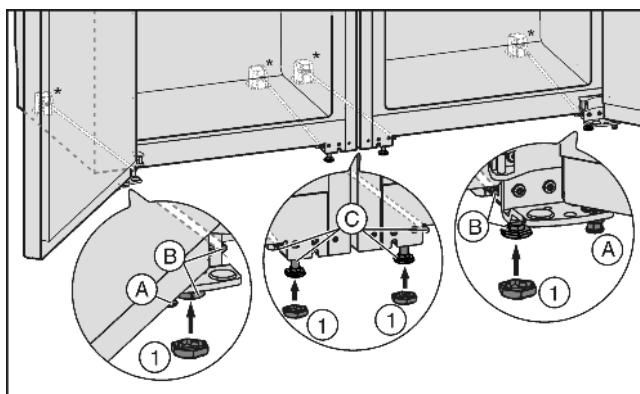

Fig. 4
- ▶ Evt. stelvoetjes Fig. 4 (A) aan de voorkant van beide apparaten geheel indraaien, zodat ze de vloer niet raken.
- ▶ Kappen Fig. 4 (1) op de vier voorste stelvoetjes steken.
- ▶ Middelste stelvoetjes *Fig. 4 (C)* indraaien zodat ze de vloer niet raken.
- ▶ Combinatie aan de hand van de buitenste stelvoetjes *Fig. 4 (B)* uitlijnen.
- ▶ Middelste stelvoetjes *Fig. 4 (C)* weer uitdraaien tot ze de vloer raken.
- ▶ Vervolgens de deur ondersteunen: Stelvoetjes *Fig. 4 (A)* aan de lagerbus uitdraaien tot ze de vloer raken, daarna 90° verder draaien.